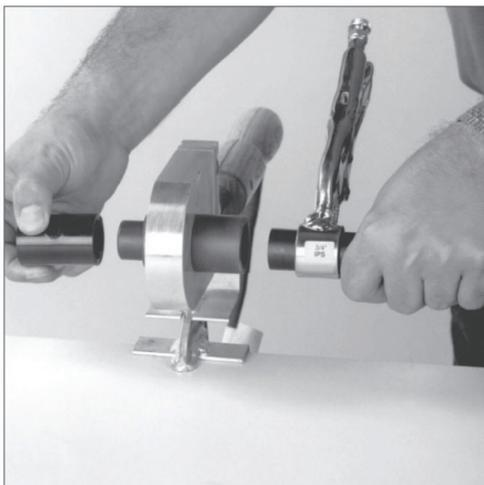

Figure 5
- Saisissez le tuyau derrière la bague de refroidissement (Voir Figure 5)